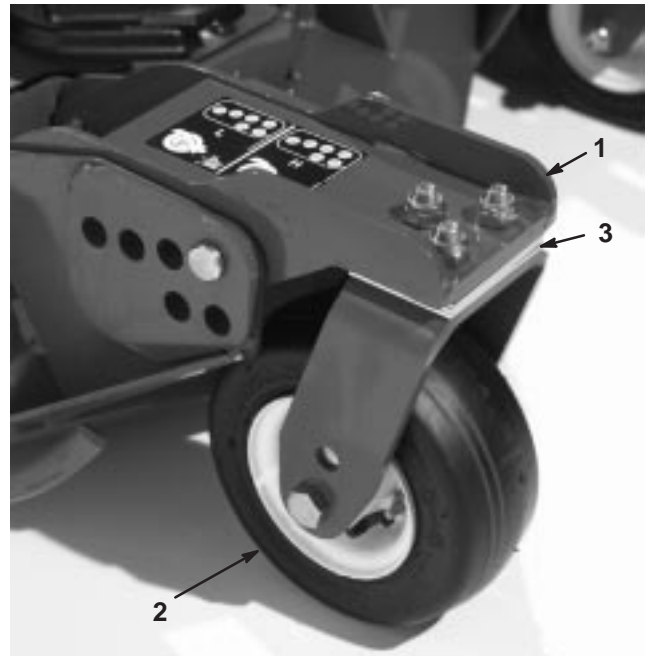

Bild 79
1. Entfernen Sie die Schrauben und Muttern, mit denen das vordere Laufrad an der Laufradgabel befestigt wird (Bild 79).